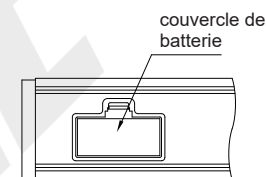

Fig.1
- Retirez le couvercle du compartiment à piles (Fig. 1).